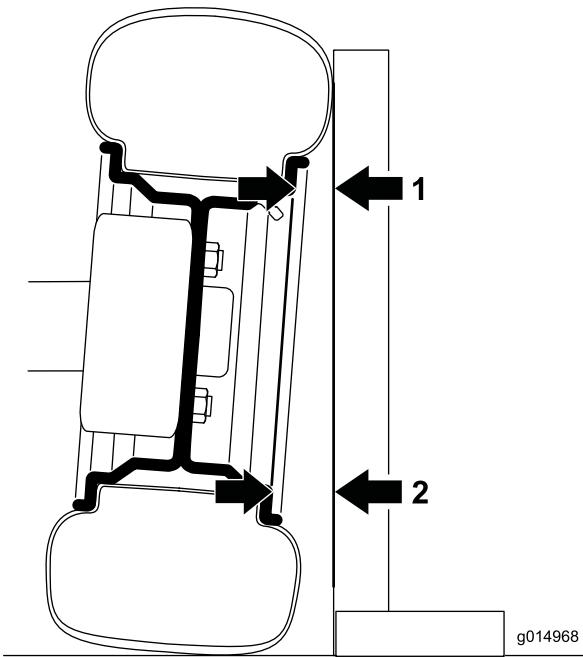

Figura 42
- Per controllare l'inclinazione posizionate una squadra a 90 gradi sul terreno con il lato verticale a contatto con la parte anteriore dello pneumatico (Figura 42).
- Misurate dalla stessa parte del bordo sulla parte superiore e inferiore dello pneumatico fino alla squadra (Figura 42).